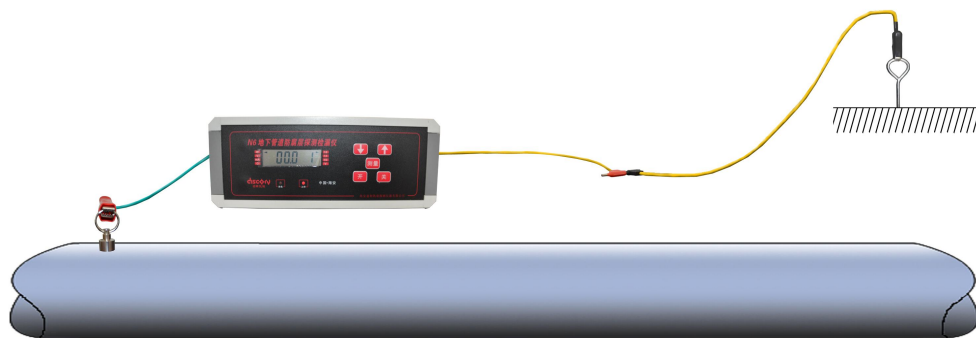

图4 单边接地示意图
(1) **单边接地**：只在目标管线的一边接地，这种接地方式是管道接线点与管道走向垂直方向 10-20M 处，将接地棒插入地下，干燥处需浇水湿润。见图 4。